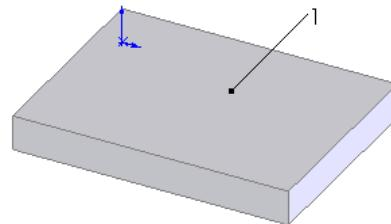

图 4-64 拉伸的图形
**06** 拉伸实体。在菜单栏中选择“插入”→“凸台/基体”→“拉伸”命令，将上一步绘制的草图拉伸为“深度”为 20mm 的实体，结果如图 4-64 所示。
**07** 设置基准面。选择图 4-64 所示的面 1，然后单击“标准视图”工具栏中的“正视于”图标 ，将该面作为绘制图形的基准面。